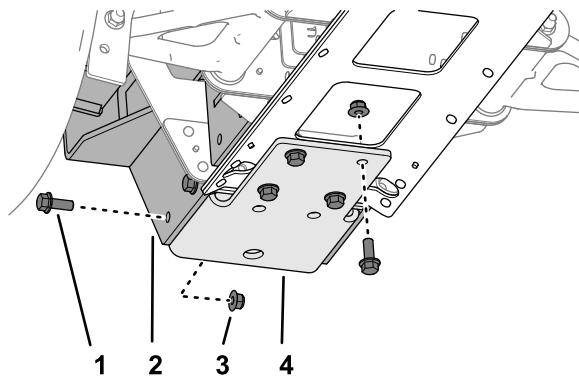

Figura 52
1. Monte sem apertar o suporte inferior, montagem do apanha-bolas e placa do canal central como se mostra na (Figura 52) com 8 parafusos flangeados ($\frac{3}{8} \times 1$ pol.) e 8 porcas de bloqueio flangeadas ($\frac{3}{8}$ pol.).
3. Retire os 8 parafusos flangeados ($\frac{3}{8}$ x 1 pol.), as 8 porcas de bloqueio flangeadas ($\frac{3}{8}$ pol.), o suporte inferior e a montagem do apanha-bolas da máquina (Figura 52).